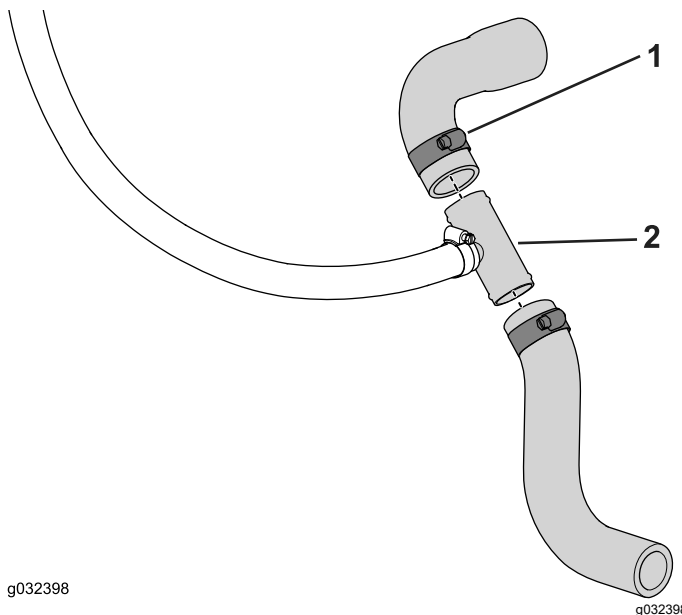

Figure 11
- Glissez les extrémités coupées sur le raccord en T et fixez le tout avec le collier (¾ à 1½ po), comme montré à la Figure 11.